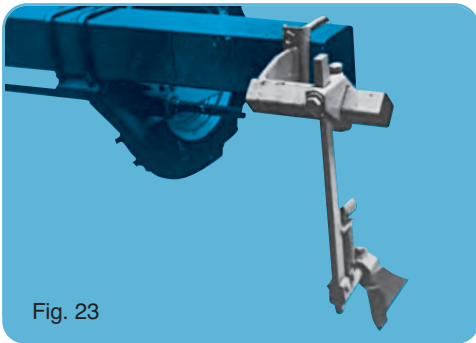

Fig. 23
- Fig. 23.** Row marker for frame of 2 m (6'7") (2 rows) to be used without reverse.
- Fig. 23.** Marcator rânduri pentru șasiuri de 2 m (6'7") (2 rânduri). Se utilizează fără inversor.
- Fig. 23.** Znacznik dla ramy 2 m (2 rzędy). Używa się bez przełącznika.
- Fig. 23.** Маркир за рама от 2 м (2-редова). Използва се без реверсивен механизъм.